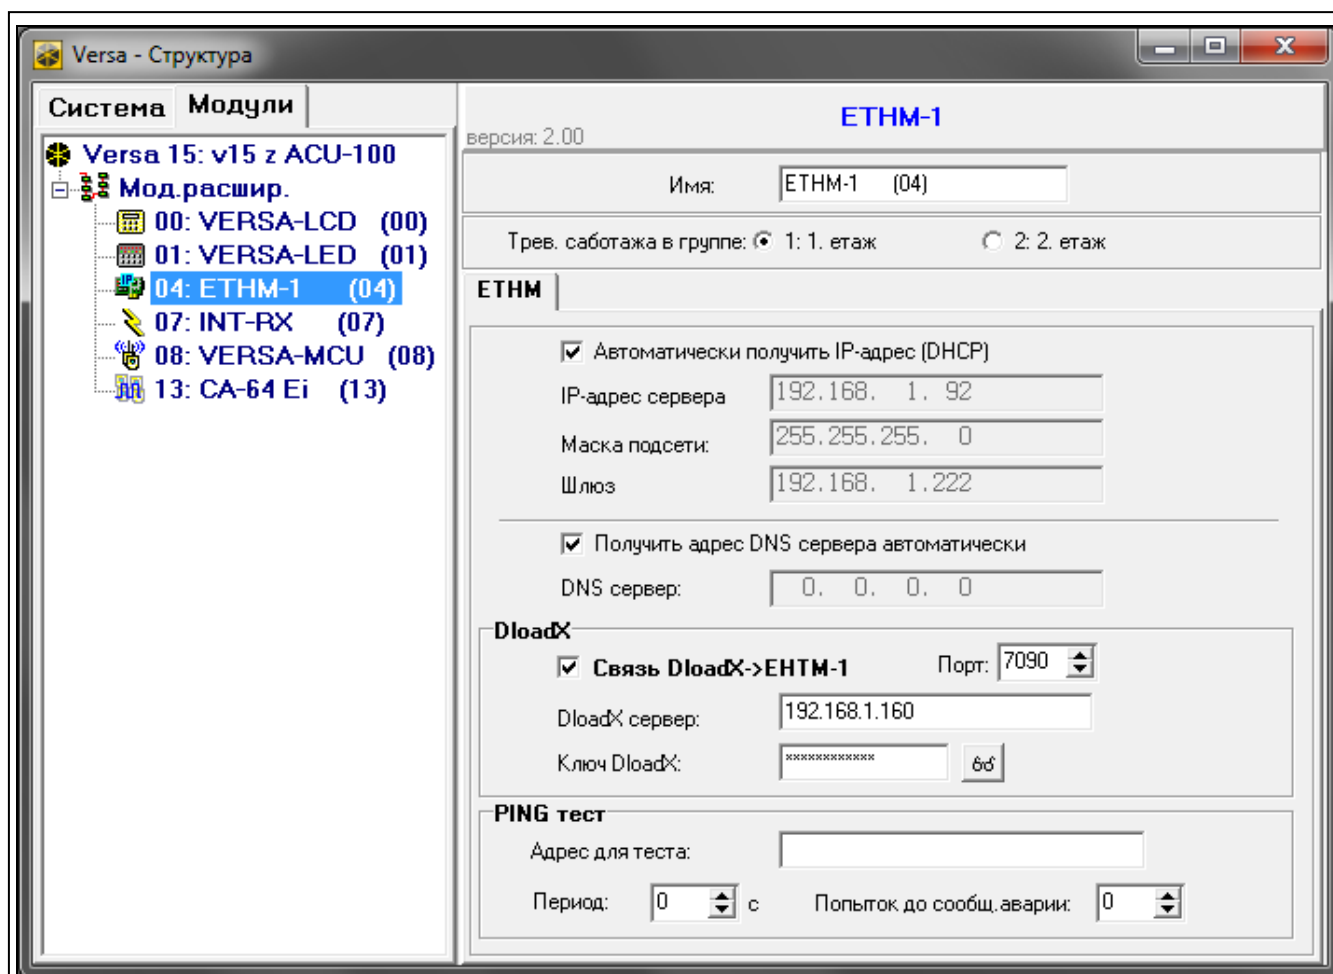

Рис. 6. Программа DLOADX: настройки модуля ETHM-1, подключенного к ПКП VERSA.
- программа DLOADX: → окно «Versa – Структура» → закладка «Модули» → ветка «Модули расширения» → [название модуля] (рис. 6).6